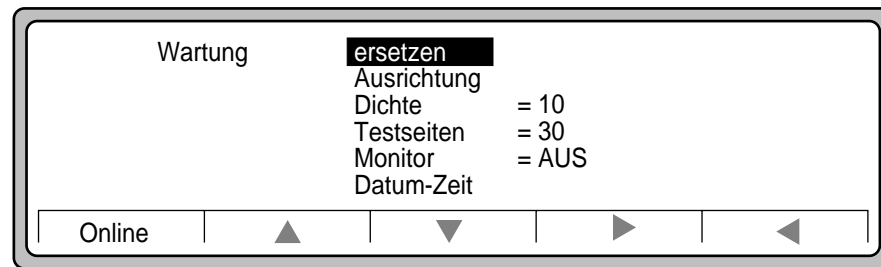

Abbildung 4-10 Wartungsoptionen
3. Verwenden Sie die Taste ►, um die Optionen für die Wartung anzuzeigen (siehe Abbildung 4-10).